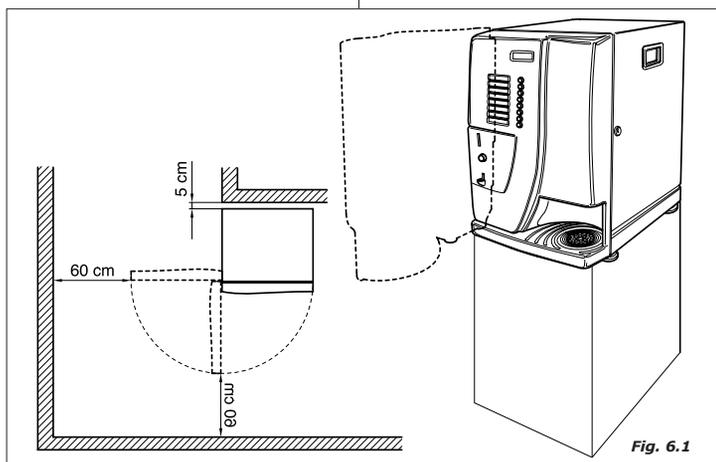

Fig. 6.1
- Se posicionado perto de uma parede, a parte traseira deve ficar a uma distancia mínima de 5 cm da mesma (Fig.6.1), para permitir uma ventilação regular. Em caso nenhum cobrir o distribuidor com panos ou coisas parecidas.
Se a instalação vem efetuada em corredores de evacuação de segurança verificar que com o distribuidor com a porta aberta fique um espaço suficiente à passagem (Fig.6.1).